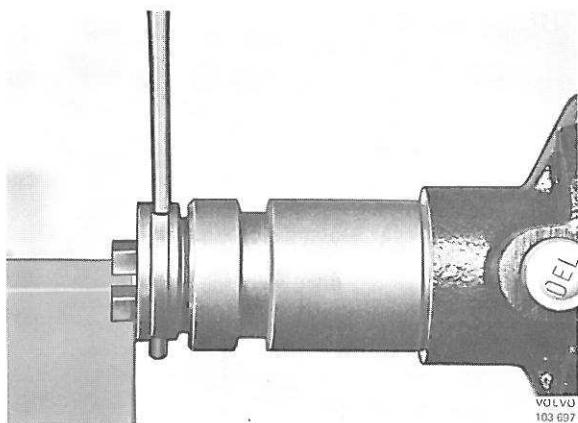

Fig. 3-32. Démontage d'entraîneur
5. Retirer la bague élastique et repérer la position de l'entraîneur par rapport à l'arbre de distributeur. Faire sortir la goupille, fig. 3-32, déposer l'entraîneur et retirer l'arbre de distributeur vers le haut.